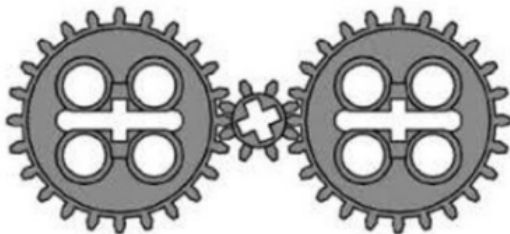

Рис. 1
3. Какой вид механической передачи изображен на схеме (рис.1)?